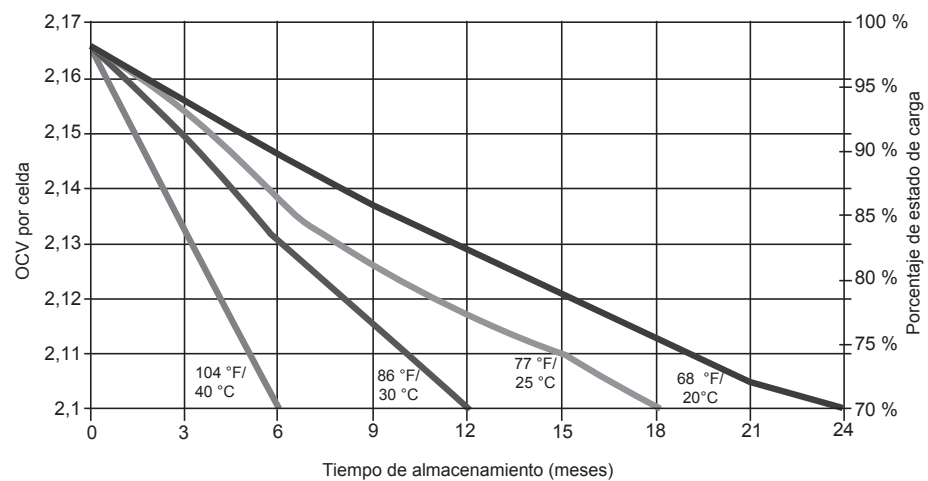

Fig. 4-3, Capacidad frente a Tiempo de almacenamiento para AlphaCell HP
- A medida que las baterías se enfrían, la capacidad disponible se reduce (ver Fig. 4-3). Esto se relaciona a la cinética de las reacciones electroquímicas y a la resistividad del electrolito.